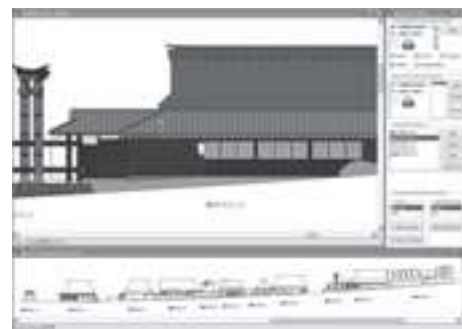

図2 街並み景観における関係性のデザイン
みには、互いに類似しながら、各々が個性を発揮できるような「類似と差異のネットワーク」がさまざまなレベルに組み込まれていること、③それが社会・経済・政治・文化・歴史・技術・自然などの多様な文脈を映し出していることが分かっている（図2）。すなわち、街並みの構成要素は、相互に関連づけられてマクロなレベルにおける美的秩序を創発的に生成し、それによって濃密な意味の生成に関与していくのである。